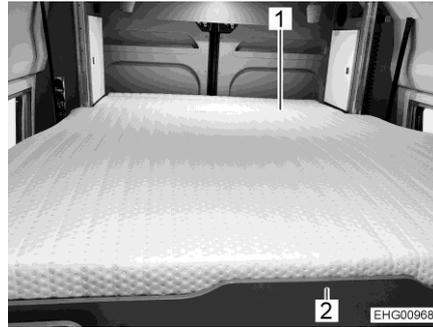

Fig. 68 Lit escamotable
- Maintenir le lit escamotable par la planche avant (Fig. 68,2) et l'abaissier jusqu'à obtenir une surface plane avec l'appui fixe (Fig. 68,1) à l'arrière. Il est aussi possible d'abaissier le lit escamotable à une autre position.